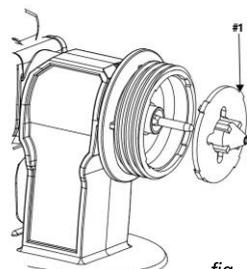

fig. 1
- Placez la buse (n° 1) sur l'aiguille avec la cavité vers le bas. Faites attention aux bombements de la buse (fig. 1).